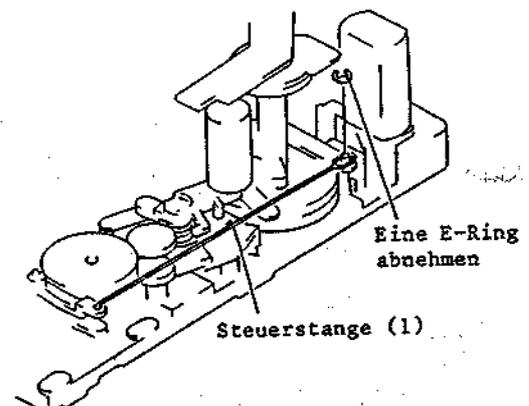

Abb. 2-70 Ausbau der Vorratsteller-Hauptbremse und des Bremsrelaisarms
(Abb. 2-70, 2-71)
2. Einen (1) E-Ring und die Steuerstange (1) abnehmen (siehe Abb. 2-70).
- Die Vorratsteller-Hauptbremse und den Bremsrelaisarm ausbauen (siehe Abb. 2-70, 2-71).